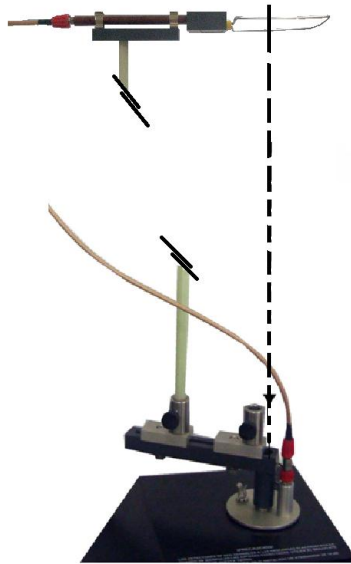

Figura 7.11 Segundo montaje con la antena de cuadros
K. Giré solo la antena receptora de manera que esta quede en forma horizontal, como se observa en la Figura 7.11. Deje la antena Yagi como se encuentra, no modifique su polarización.